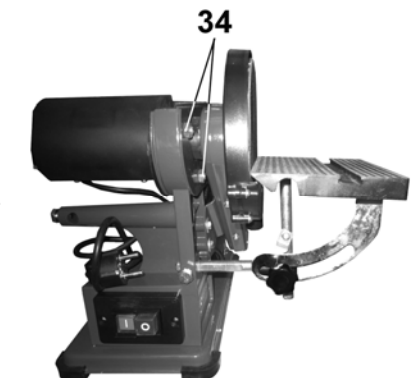

Рис.7
9.2. Регулировка ленточно-шлифовального узла (Рис. 7, 8)
Ослабьте две фиксирующие гайки (34), как показано на Рис.7 и установите стол шлифовальной ленты (8), Рис.2, на нужный угол от 0° до 90°. Положение надёжно закрепите фиксирующими гайками (34).